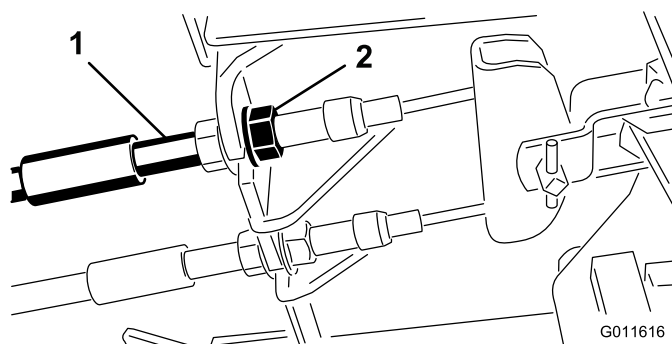

図 44
- 遊びを減らすブレーキを締めるには、ブレーキケーブルのネジ山の前ナットをゆるめ、後ろのナットを締める (図 44)。